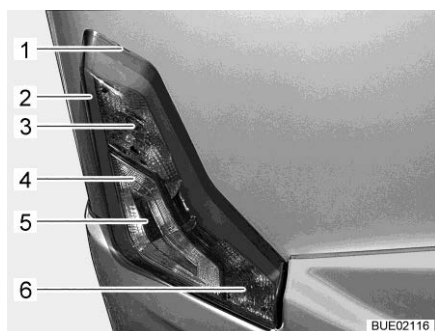

Fig. 309 Eclairage arrière
- Introduire un outil plat dans l'encoche (Fig. 309,1) et soulever le boîtier avec précaution.